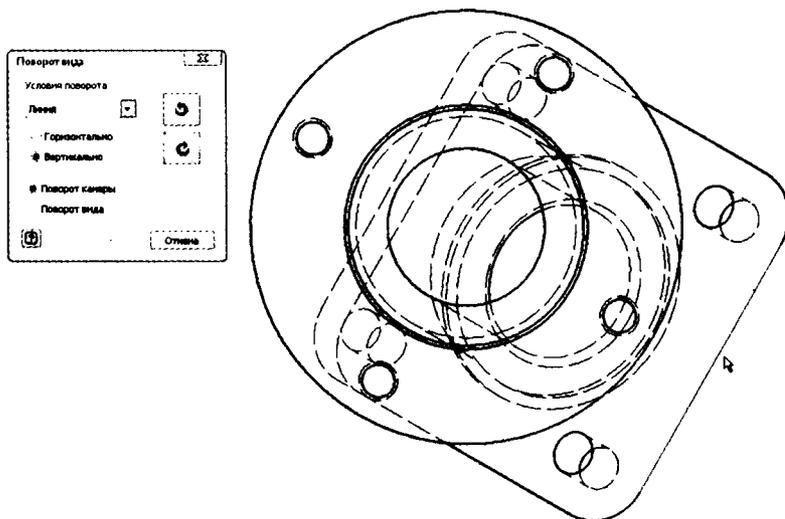

Рис. 2.13. Поворот вида может упростить внесение обозначений
4. Выберите ребро справа, как показано на рис. 2.13.